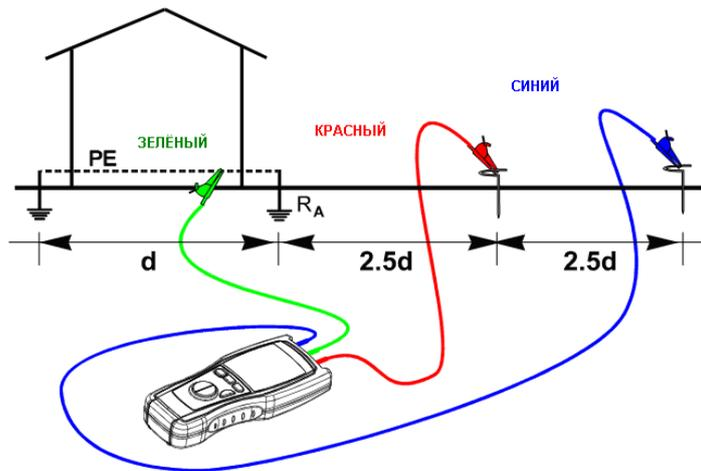

Рис.6: Подключение прибора для измерения по **3-х полюсной** схеме (EARTH 3W)
7. Подсоедините зажимы «крокодил» к вспомогательным естественным заземлителям и объекту тестирования, как показано на **рис.6**.